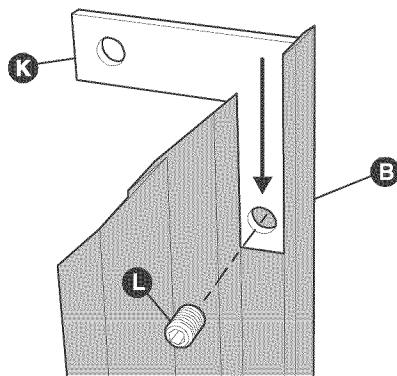

Figura 4
- Instale los soportes (K) en los extremos sesgados de cada moldura lateral (B y C). Fije con suavidad los soportes a la moldura lateral, apretando los tornillos de montaje (L) sólo hasta que queden firmes, para evitar que se forme un hoyuelo en la cara de la moldura. **NO APRIETE DEMASIADO**. Véase la figura 4.